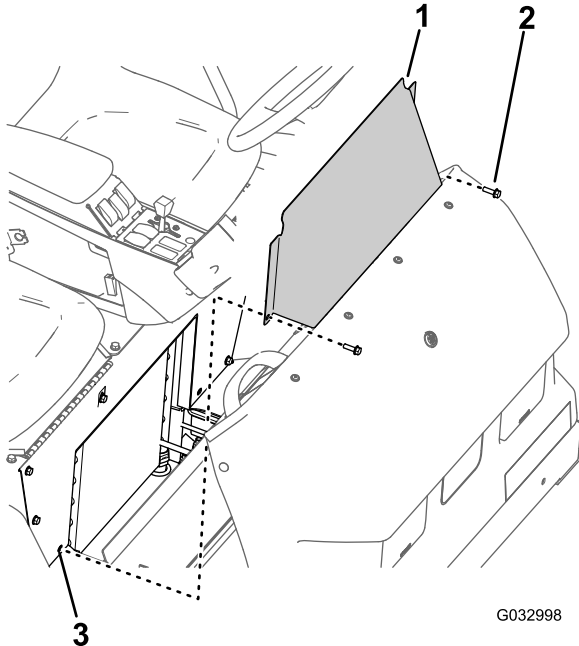

Figure 69
1. Retirez les 2 boulons à embase qui fixent le panneau d'accès à la base du siège (Figure 69).
2. Déposez de la machine le panneau d'accès de la base du siège (Figure 69).
1. Alignez les trous du panneau d'accès et les trous dans la base du siège (Figure 69).
2. Fixez le panneau d'accès à la base du siège au moyen des 2 boulons à embase (Figure 69) retirés à l'opération 1 de Dépose du panneau d'accès de la base du siège (page 59).